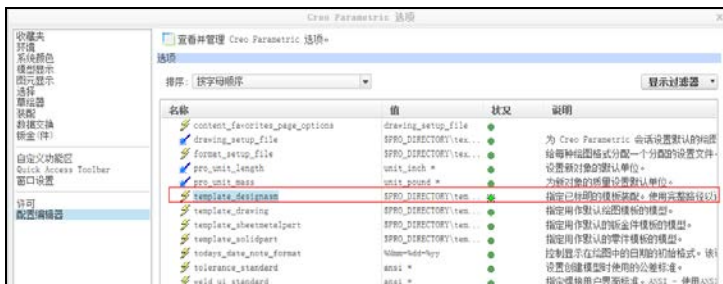

图 1-16 显示添加的配置选项
**04** 添加的配置选项将在 Creo 配置选项列表中显示，如图 1-16 所示。